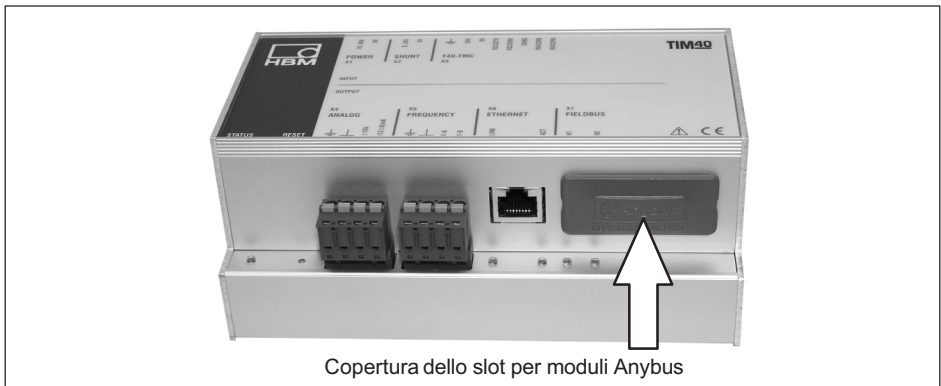

Fig. 8.1 Rimuovere la copertura
- ▶ Appoggiare la custodia TIM40 su una base piana come illustrato nella Fig. 8.1.